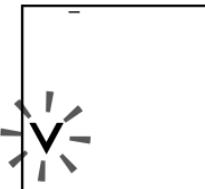

Рис.12
2. Нажмите кнопку START/STOP. На дисплее замигает символ стравливания «» и прибор выпустит остатки воздуха из манжеты (рис.12).